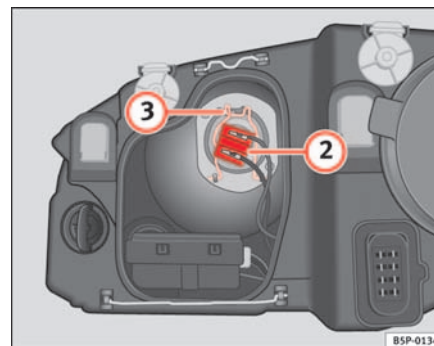

Fig. 183 Médios
- Retirar o conector ⇒ página 262, fig. 183 ② da lâmpada.
- Desengatar a mola de fixação ⇒ página 262, fig. 183 ③ pressionando-a para dentro e para a direita.
- Retirar o conector ⇒ página 262, fig. 183 ① da lâmpada.